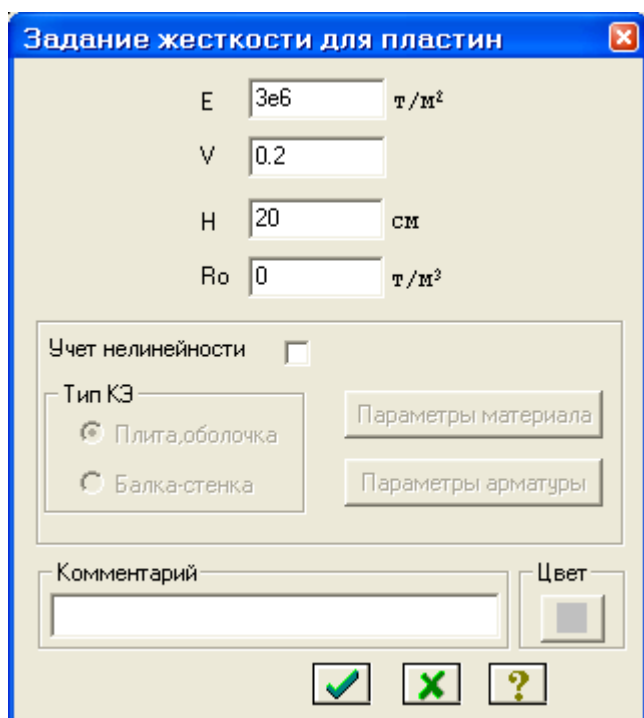

Рис.6.8. Диалоговое окно **Задание жесткости для пластин**
- В диалоговом окне **Задание жесткости для пластин** (рис.6.8) задайте параметры сечения (для днища):